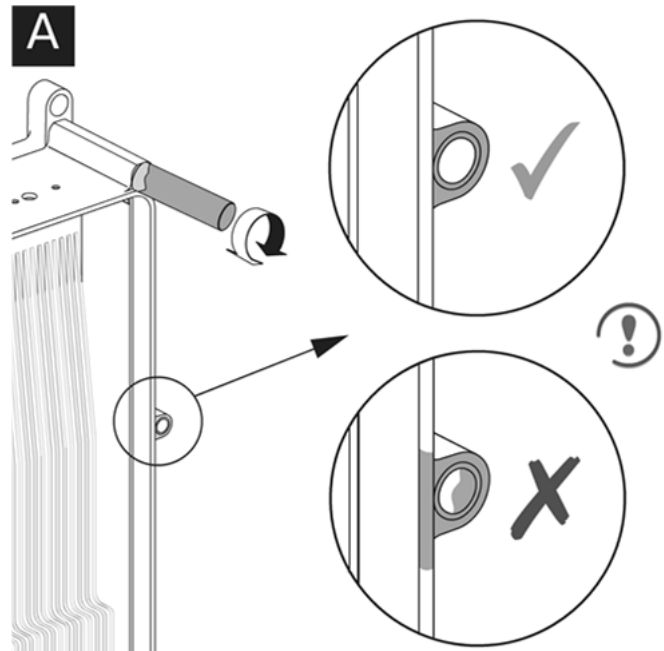

Abb. 56: Auftragen der Keramikpaste bei ProCon Streamline 16 H/HE und 16/24 S/HE
- ➔ Tragen Sie Keramikpaste an den Kontaktstellen zwischen Brennerplatte und Wärmetauscher auf, wenn dort keine oder zu wenig vorhanden ist (s. Abb. 56).